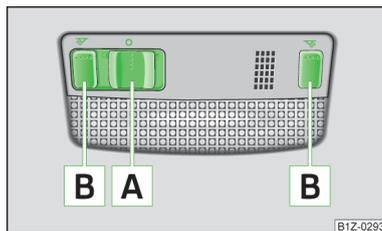

Fig. 23
- Le symbole  s'affiche quand vous poussez le contacteur **A** » fig. 23 vers le bord de la lampe.
- Poussez le contacteur **A** » fig. 23 sur la position centrale **O**.
- Appuyez sur les commutateurs **B** » fig. 23 pour allumer ou éteindre les liseuses.
Si la commande de l'éclairage de porte est activée par le contacteur de porte (interrupteur **A** » fig. 23 sur la position ) , l'éclairage s'allume :